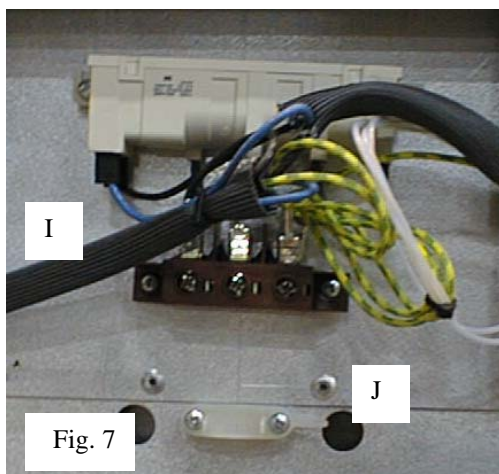

Fig. 7
(FR) Déposer les vis maintenant le capot arrière. Raccorder au bornier **I** suivant figure 7 & 8. Fixer le câble au moyen du serre câble rep. **J**.
(GB) Remove the screws that secure the rear cover. Connect to terminal block **I** in accordance with Figures 7 & 8. Secure the cable by means of cable clamp, item **J**.